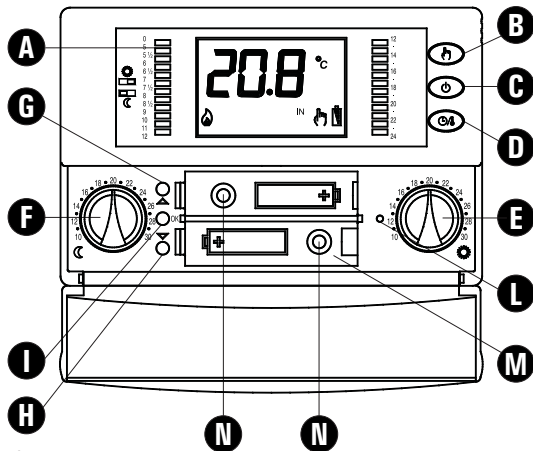

Fig. 1 - Abb. 1
- Inserire le batterie nel vano batterie (**M** di Fig. 1); vedi paragrafo 'INSERIMENTO / SOSTITUZIONE BATTERIE'.
Inserire le pile rispettando le polarità indicate nell'apposito vano (Fig. 1) ed eseguire l'operazione di reset agendo con un oggetto appuntito attraverso l'apposito foro (L di Fig. 1). **NON USARE AGHI.**
'OK': Programmazione/Ora/Conferma (I di Fig. 1);
'▲': Avanti (G di Fig. 1);
'▼': Indietro (H di Fig. 1);